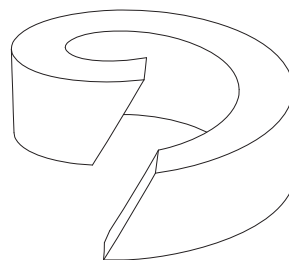

Fig. 8: Anello di tenuta
- Inserire un nuovo anello di tenuta (pos. 17) montaggio in conformità con la Fig. 8.
Se si utilizza un anello di tenuta diviso, bisogna cercare di ottenere un taglio obliquo quando lo si taglia (si veda la Fig. 8).